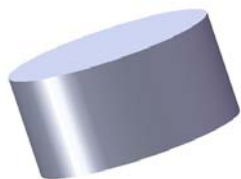
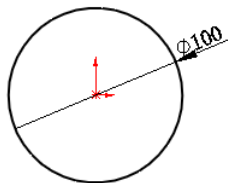

图 3.29.2 拉伸 1
图 3.29.3 横断面草图 1
Step2. 创建图 3.29.2 所示的零件基础特征——拉伸 1。选择下拉菜单 **插入(I)** → **凸台/基体(B)** → **拉伸(E)** 命令（或单击“特征(F)”工具栏中的 按钮）；选取上视基准面作为草图基准面，绘制图 3.29.3 所示的横断面草图 1；采用系统默认的深度方向；在对话框 **方向1** 区域的下拉列表中选择 **给定深度** 选项，输入深度值 50.0；单击 按钮，完成拉伸 1 的创建。